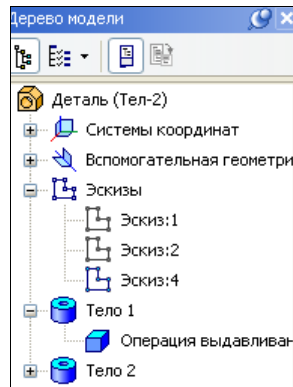

Рис. 28.2. Дерево модели в режиме **Отображение структуры модели**
- ♦ в Дереве модели нажмите кнопку **Отображение структуры модели**. Обратите внимание: в Дереве модели у вас **Деталь (Тел-2)** (рис. 28.2);